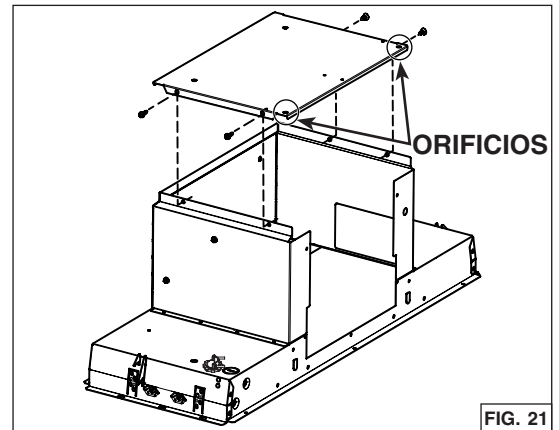

FIG. 21
8. Instale la placa trasera en la parte superior del aparato, donde estaba la placa de soporte del ventilador. Los orificios cerca de las esquinas deben encontrarse en la parte trasera del aparato. Sujétarla a la parte superior del aparato usando los 4 tornillos retirados previamente al paso 6 (FIG. 21).
Para un conducto redondo, use 4 tornillos para metales no. 8-18 x 1/4 pulg. (incluidos) para fijar el adaptador/compuerta de 6 pulg. redondo (incluido) en la parte superior del aparato, sobre el orificio de salida del ventilador (FIG. 21).